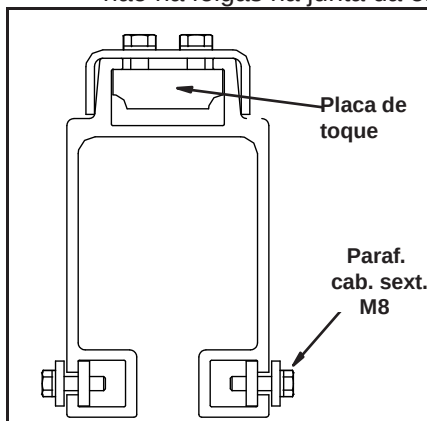

Figura 3-38
- Etapa 1. Remova os parafusos transversais. Deslize o suporte de montagem do trilho na parte superior do canal de suporte e da placa de toque para dentro do canal de suporte na parte superior do trilho. Posicione conforme o *layout* do sistema. Consulte a Figura 3-38.